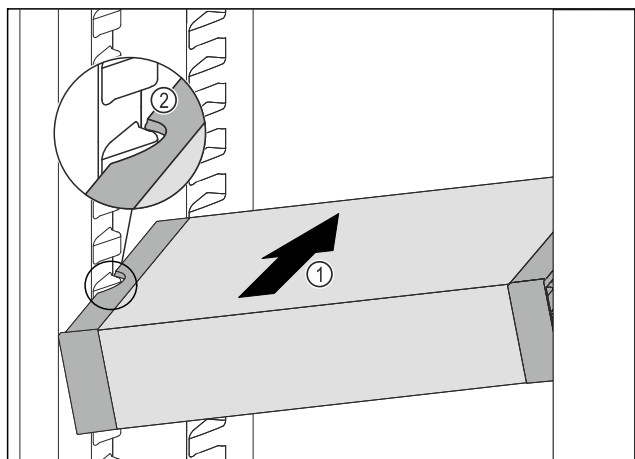

Fig. 73
- ▶ Introduzca el VarioSafe en posición oblicua en el compartimiento del frigorífico Fig. 73 (1) hasta que los huecos laterales Fig. 73 (2) del VarioSafe se encuentren a la altura de la nervadura del recipiente en el compartimento frigorífico.